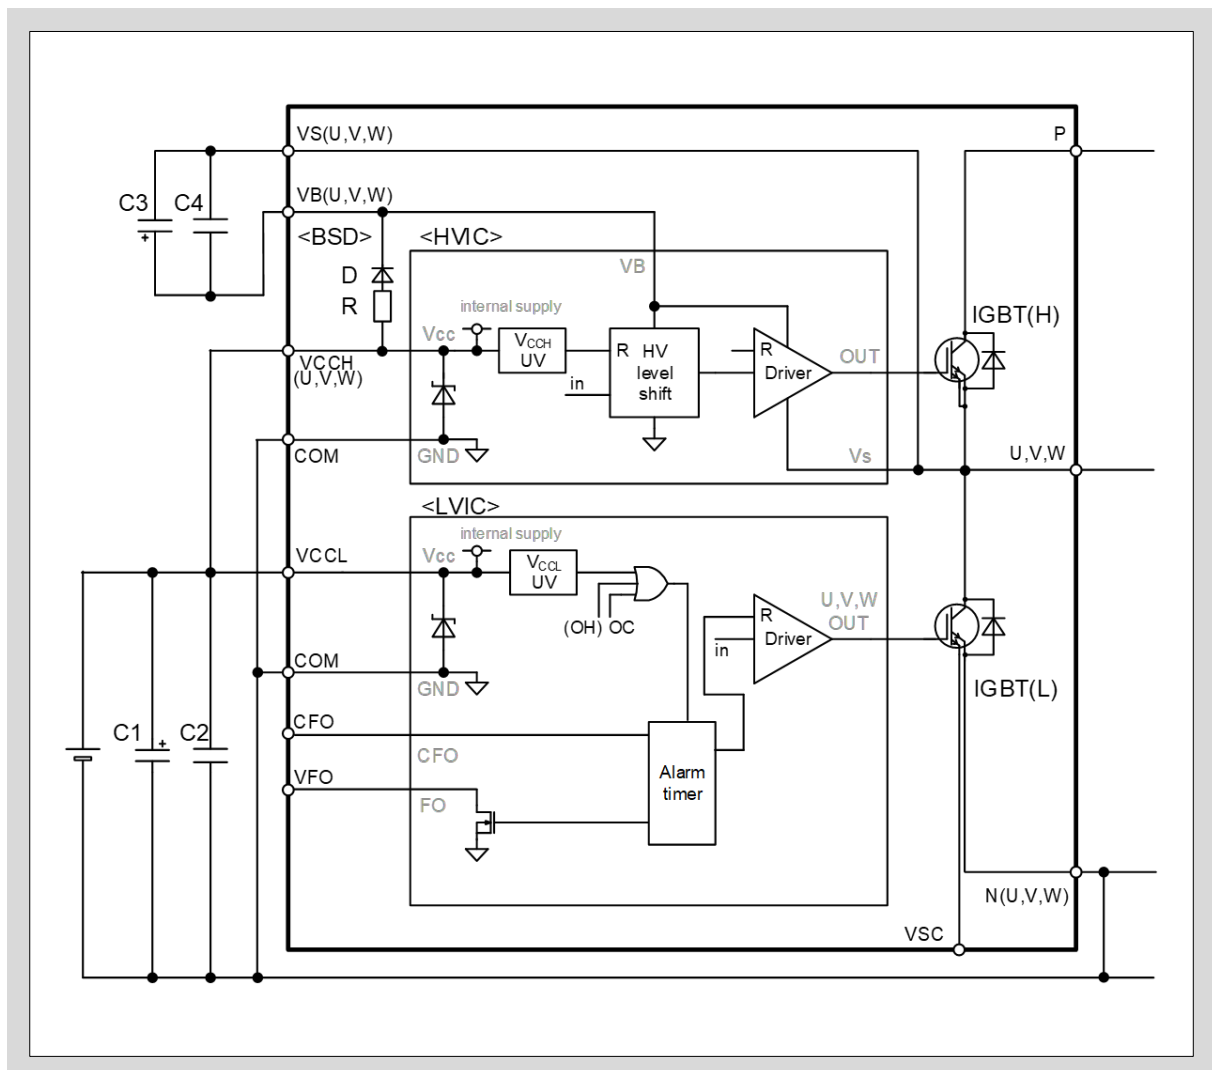

図3-1 ハイサイド・ローサイド制御電源電圧 VCCH(U,V,W), VCCL の低入力電圧保護回路
- 図3-1にVCCH(U,V,W), VCCLの低入力電圧保護回路を示します。
- 図3-1に示すVCCH(U,V,W)-COMとVCCL-COM端子間にダイオードが接続されています。これらのダイオードは本製品をサージ入力から保護するものであるため、電圧クランプダイオードとして使用しないでください。本製品が破壊する恐れがあります。